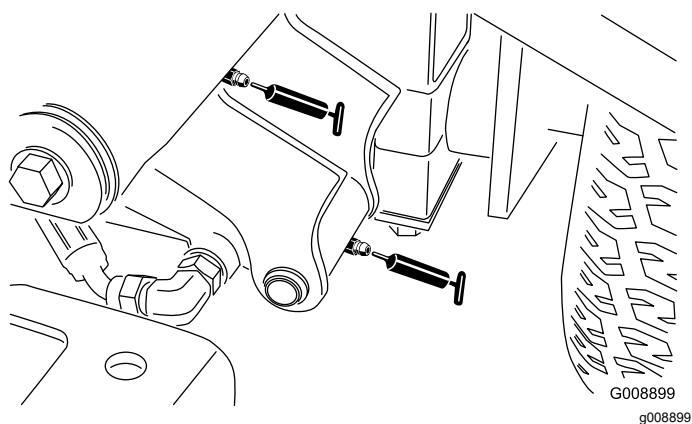

Рисунок 37
- Два левых передних шарнира подъемного рычага и подъемного цилиндра (**Рисунок 37**)